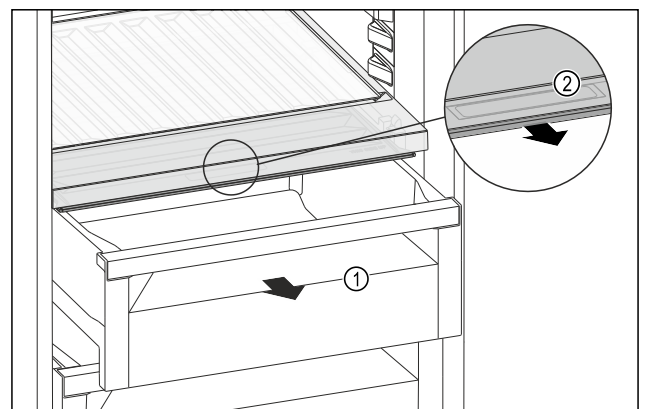

Fig. 155
- ▶ Витягніть висувний ящик Fig. 155 (1).
- ▶ Візьміться за потайну ручку Fig. 155 (2) на кришці відділення й одночасно потягніть кришку відділення вперед.